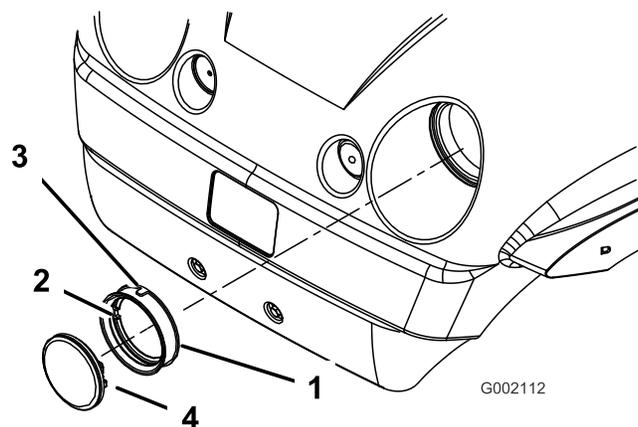

図 39
5. シール内側のノッチを合わせて新しいヘッドライトにシールを取り付ける（図 39）。シールがぴったりと嵌まるようにすること。
4. ヘッドライトの周囲からゴム製のシールを取り外す（図 39）。取り外したライトは破棄する。